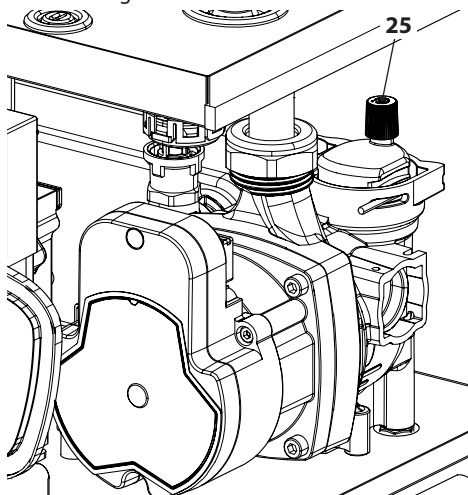

Figura 6.3
- Svitare il tappo della valvola di sfato automatica 25 in Figura 6.3.